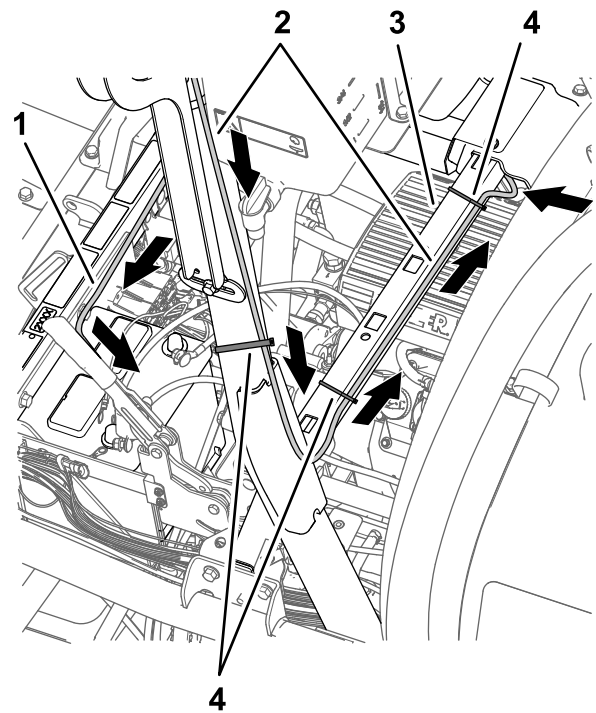
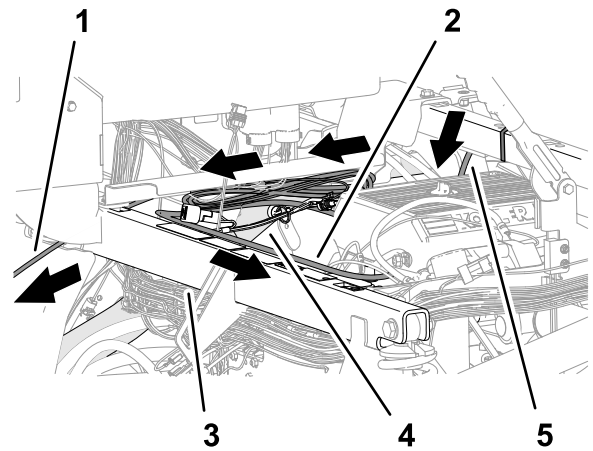

Figura 203
Figura 205
1. Enrute el arnés de datos y el arnés de la batería hacia abajo por la parte trasera del tubo vertical izquierdo de la barra antivuelco hasta el travesaño del soporte del asiento (Figura 203).
5. Enrute el arnés de datos y el arnés de la batería por el travesaño del soporte del asiento, y sujete la rama de 390 cm del arnés de datos al travesaño con 2 bridas (Figura 203 y Figura 205).
6. Enrute la rama de 220 cm del arnés de la batería por el tubo derecho superior del bastidor (Figura 205).
7. Enrute la rama de 220 cm del arnés de la batería por el tubo de sujeción del amortiguador y hacia la batería (Figura 205).
8. Enrute la rama de 220 cm del arnés de datos (la rama del arnés con el conector hembra de 26 vías) por debajo de la consola de control y hacia adelante, hacia el salpicadero (Figura 205).